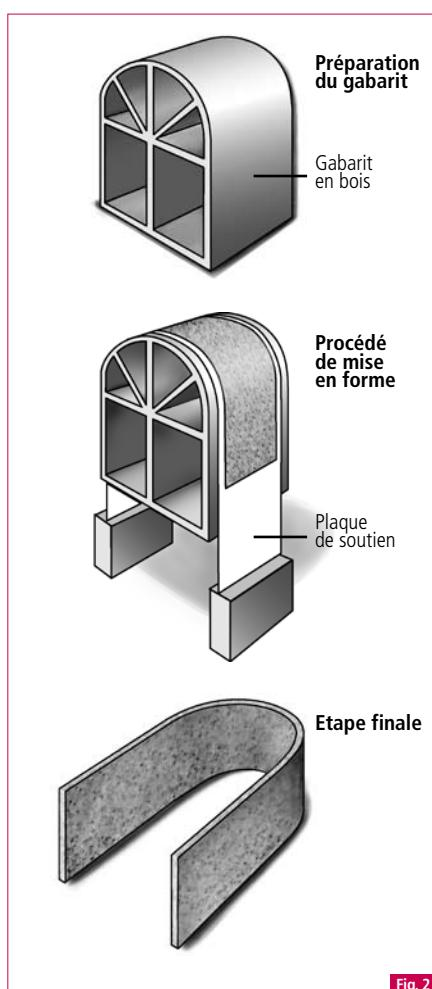

Fig. 2
- 19.6 Quand la plaque a atteint la température requise, retirez-la du four avec des gants résistant à la chaleur et placez-la directement dans un moule. **Fig. 2**. Utilisez des moules mâles et femelles. Laissez le matériau rétrécir dans le moule.